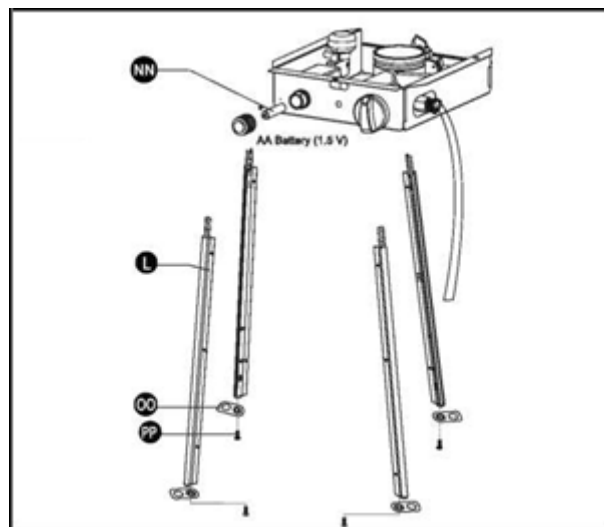

Рис. 5. Сборка нижней опоры.
2. Открутите фиксатор батарейки, установите батарейку типа АА в отсек для батареи (NN), затяните фиксатор (примечание: батарейка не входит в комплект обогревателя, приобретается отдельно). Прикрепите анкерный кронштейн 4 шт. (ОО) к 4 шт. нижней опоре (L) с помощью 4 шт. винтов М6Х12 (РР), как показано на Рис.5.
закрепите нижнюю опору (L) и блок управления в сборе (K), как показано на Рис.5.